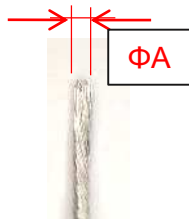

Fig.10
- A-1. シールド線を下記断面積になるように取分け、素線のはみ出しがないようにより線をまとめてください。(Fig.10)